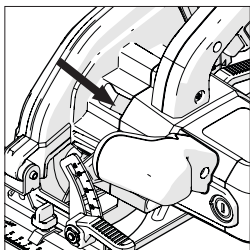

Fig. 3
- Localizați butonul de blocare a arborelui unei (poziționat în mod similar la toate uneltele). Blocați arborele unei acționând butonul de blocare a arborelui. (Fig. 3).